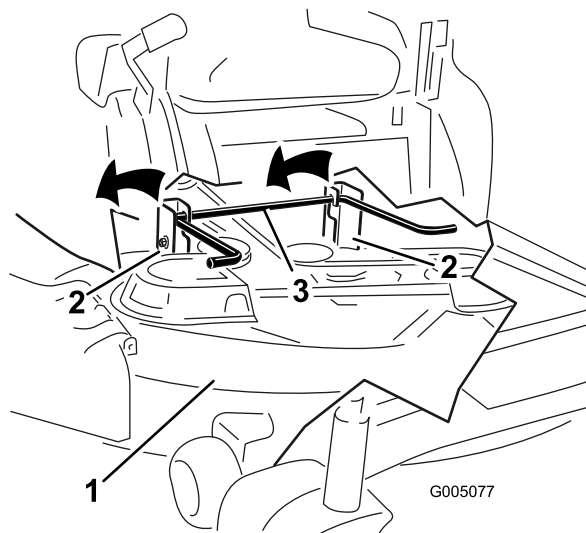

Figura 59
5. Eleve la parte trasera de la carcasa de corte y coloque los soportes sobre la varilla de elevación trasera (Figura 59).
6. Eleve la carcasa de corte y separe ésta y las pletinas de suspensión de la varilla de elevación trasera; luego baje el cortacésped con cuidado al suelo (Figura 59).